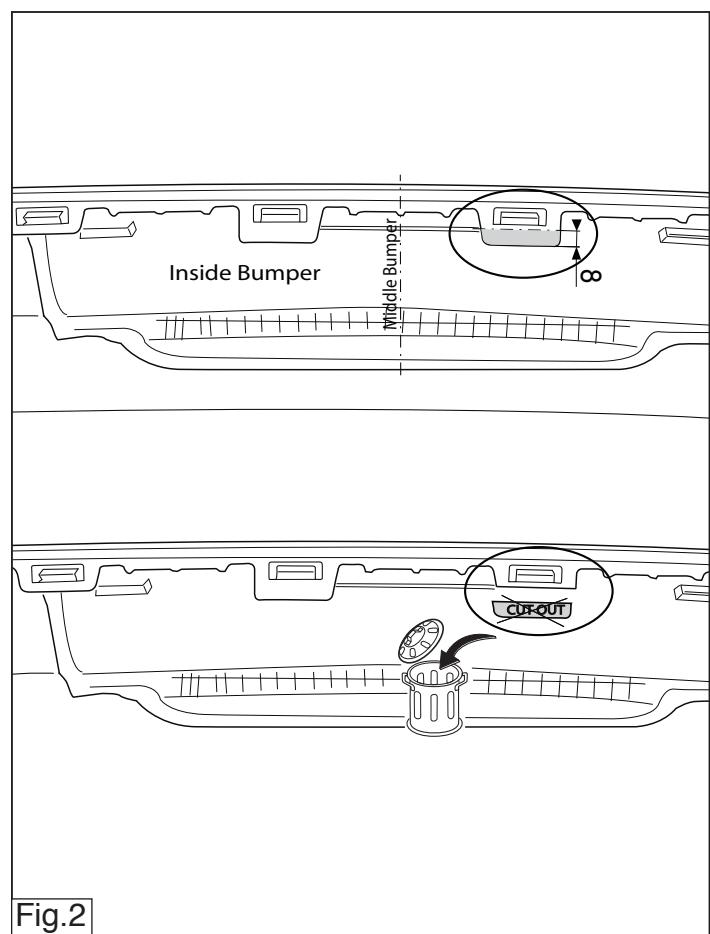

Fig.2
7. Saw out the indicated section in accordance with figure 2.
7. Gemäß Abb. 2 das angegebene Teil herausschneiden.